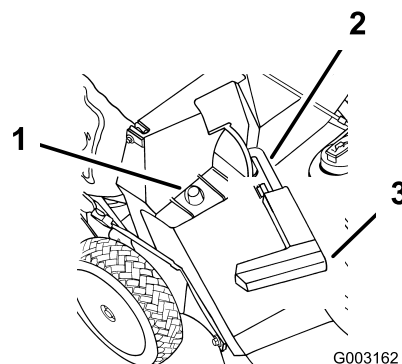

Figura 21
2. Asegúrese de que el tirador de la puerta de descarga está totalmente hacia adelante y que la clavija está situada en el cierre (Figura 21).
3. Coloque el agujero del marco de la bolsa sobre el poste de retención en el conducto de descarga (Figura 21).
2. Levante el tirador de la puerta de descarga y muévelo hacia adelante para que la clavija entre en el cierre (Figura 21).